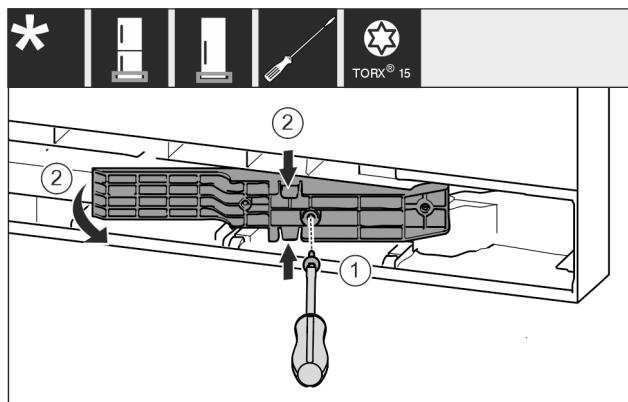

Fig. 18 *
- Ослабити гвинти за допомогою викрутки T15. Fig. 18 (1)*
- Витягнути деталь адаптера. Fig. 18 (2)*